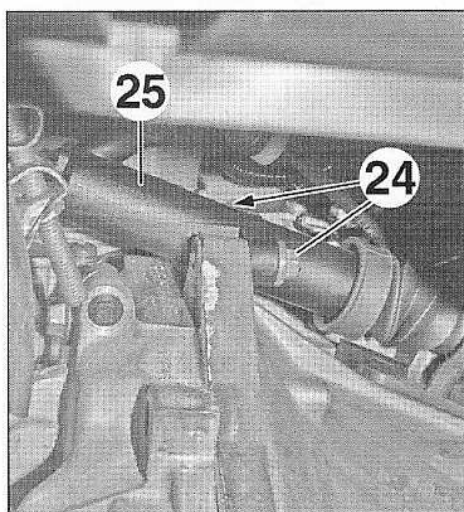

FIG.156
- Déposer les vis (24) (Fig.156).
- Ecarter et brider à la caisse le récepteur d'embrayage (25) sans ouvrir le circuit hydraulique.